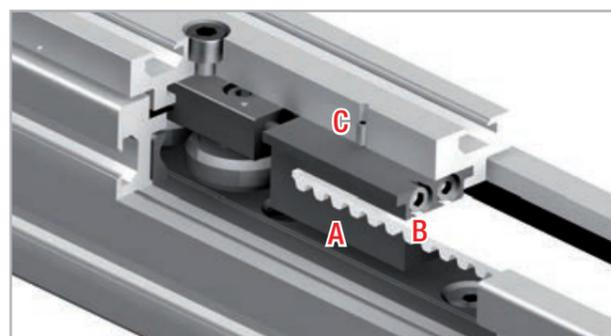

Fig. 21
1. Desparafusar os parafusos de segurança C (no topo da placa do cursor) do dispositivo de tensionamento da correia A (ver fig. 21).